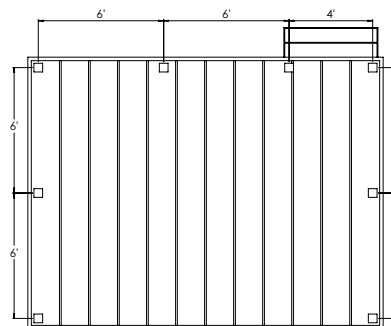

fig. 4
**Étape 1** Déterminez la disposition et le nombre de poteaux de garde-corps nécessaires pour votre terrasse. Leur espacement devrait être de 1,8 m ou 2,4 m (6 pi ou 8 pi) centre à centre. Les poteaux sont disponibles pré-perçés pour les poteaux d'extrémité, de ligne et d'angle. De nombreuses options de mise en page sont possibles. Par exemple : Une terrasse de 3,7 m x 4,9 m (12 pi x 16 pi) fixée à un bâtiment comportant une ouverture d'accès de 1,2 m (4 pi) d'un côté, exigera huit poteaux en tout (fig. 4). L'utilisation de plus de 2 poteaux d'angle par portée de câble limitera votre capacité à tendre les câbles de manière adéquate. Vous pouvez donc placer les poteaux doubles loin de la zone nécessitant le moins d'interférence avec votre vue. *Remarque : N'installez pas le câble avant d'avoir installé tous les poteaux, traverses et entretoises.*